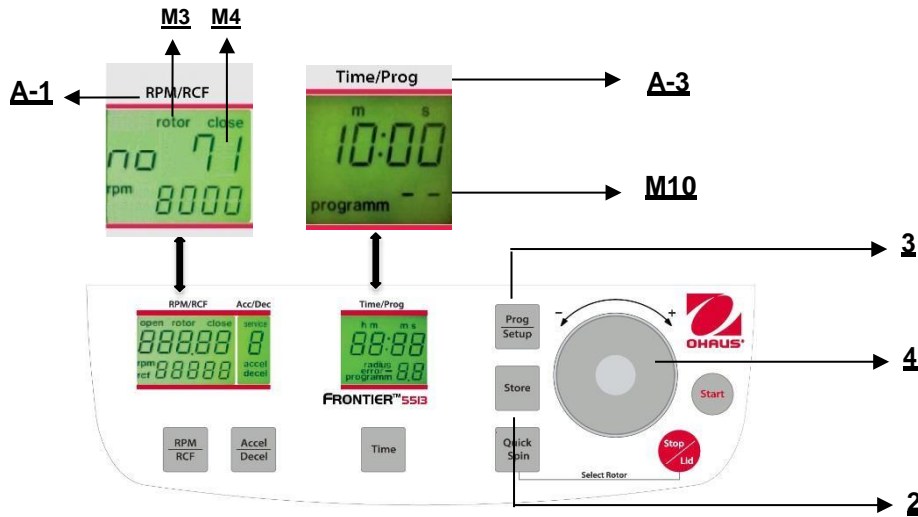

Abbildung. 22
Um gespeicherte Programme aufzurufen, drücken Sie die Taste **"Prog/Setup"** (3) (siehe Abbildung 22), während der Deckel bereits geschlossen ist. Innerhalb der Anzeige **"Time/Prog"** (A-3) erscheint **"programm --"** (M10). Die gewünschte Programmnummer kann vorab mit dem Anpassungs Wählscheibe (4) ausgewählt werden. Auf den entsprechenden Anzeigen erscheinen die gespeicherten Werte für dieses Programm. Wenn sich der falsche Rotor für das vorab ausgewählte Programm innerhalb der Zentrifuge befindet blinkt auf der Anzeige **"RPM/RCF"** (A-1) das Wort **"rotor"** (M3). Gleichzeitig werden das Wort **"FALSE"** und die gespeicherte Rotornummer **"xx"** (M4) abwechselnd blinken.
Um den Programmmodus zu verlassen, drücken Sie lediglich die Taste **"Prog/Setup"** (3) (siehe Abbildung 22). Dann erscheint innerhalb der Anzeige **"Time/Prog"** das Wort **"programm"**.